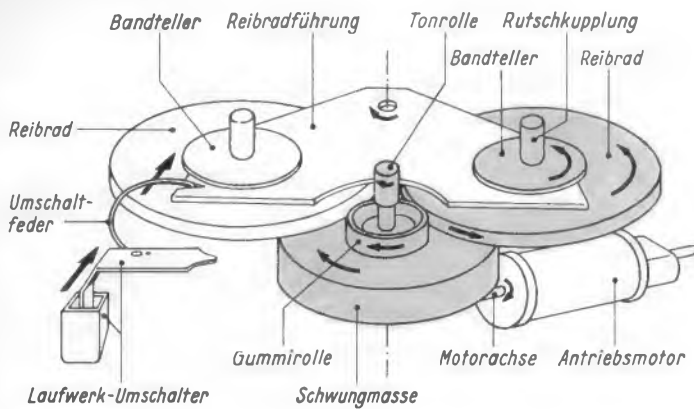

Bild 7a. Antrieb des Bandtransportes bei Spur I
3. Antrieb des Bandtransportes bei Spur I (Bild 7a). Der Achsstummel des Motors drückt von unten gegen die Gummibelegerung der Tonrollen-Schwungmasse. Tonrolle und Schwungmasse sitzen starr auf der gleichen Achse. Die Drehung des Schwungrades wird durch die obere Gummirolle auf das Reibrad des rechten Bandspulentellers übertragen. Reibrad und Bandspulenteller sind durch eine Rutschkupplung miteinander verbunden, so daß die vom Durchmesser des Bandwickels abhängige Drehzahl der Aufwickelspule erreicht wird.